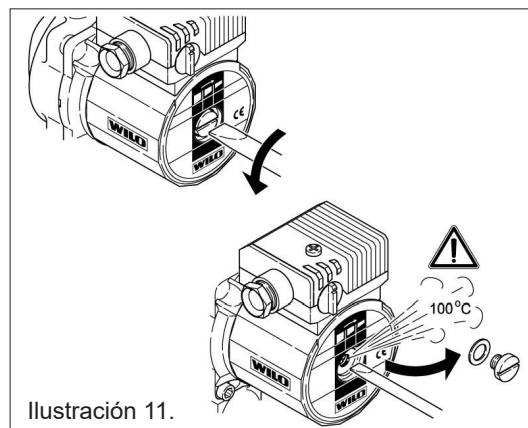

Ilustración 11.
Para lograr la máxima potencia, se pone la bomba de circulación en la posición de potencia más alta. Vea la ilustración 11.
3. Afloje cuidadosamente el tornillo de sangrado con un destornillador (cuidado con el agua a alta temperatura). Quite por completo el tornillo de sangrado. Vea la ilustración 11.